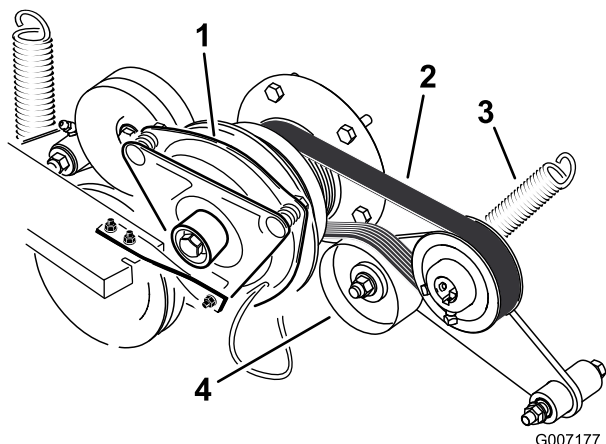

Figura 74
- Togliete la molla di tensione dal braccio di rinvio (Figura 74).
- Montate la nuova cinghia attorno alle pulegge del motore e della pompa idraulica (Figura 74).
6. Montate la molla sul braccio di rinvio (Figura 74).